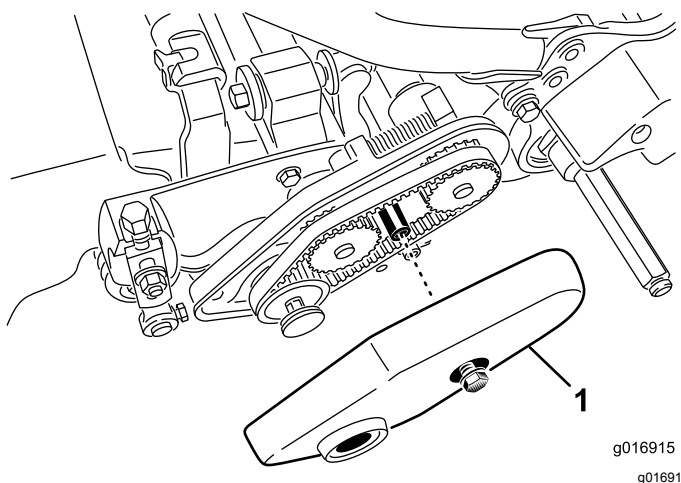

Figure 20
2. Desserrez le boulon à embase qui fixe le protège-courroie et déposez le dernier pour exposer la courroie (Figure 20).